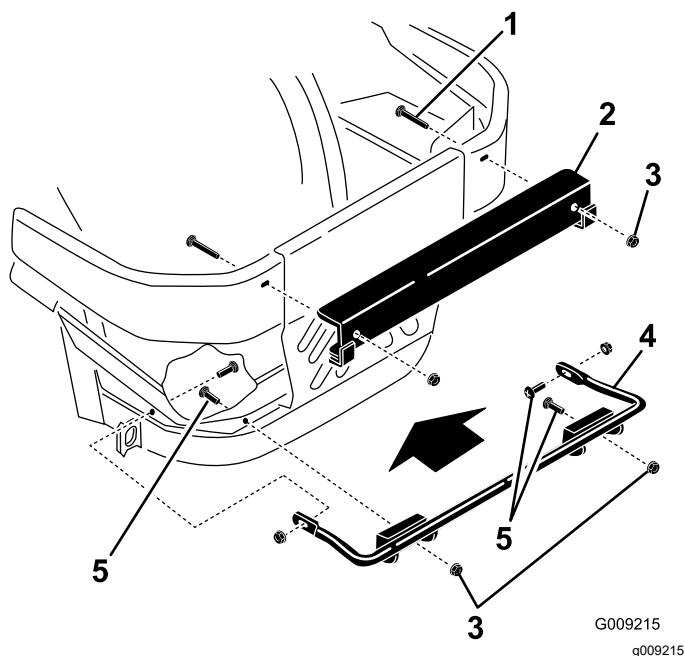

Figure 6
1. Fixez le support de montage inférieur sur le cadre de la machine à l'aide de 4 boulons de carrosserie ($\frac{3}{8}$ " x $1\frac{1}{4}$ ") et 4 écrous à embase ($\frac{3}{8}$ "), comme montré à la Figure 6.
2. Fixez le support supérieur sur les pare-chocs gauche et droit à l'aide de 2 boulons de carrosserie ($\frac{1}{2}$ " x $2\frac{1}{2}$ ") et 2 écrous à embase ($\frac{1}{2}$ "), comme montré à la Figure 6.